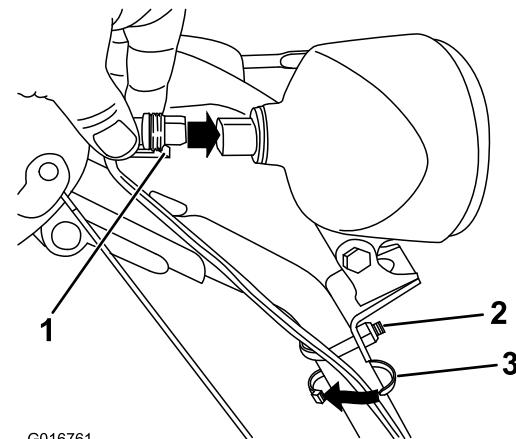

Figure 18
1. Branchez directement le connecteur qui est au bout du fil à l'arrière du phare et enfoncez-le bien en place (Figure 18).
Remarque: Assurez-vous que l'attache en plastique du connecteur se trouve en bas (Figure 18).
2. Attachez un serre-câble (pris dans le sachet de pièces détachées) autour du câble et du guidon à environ 2,5 cm (1 po) en dessous de l'étrier fileté (Figure 18).